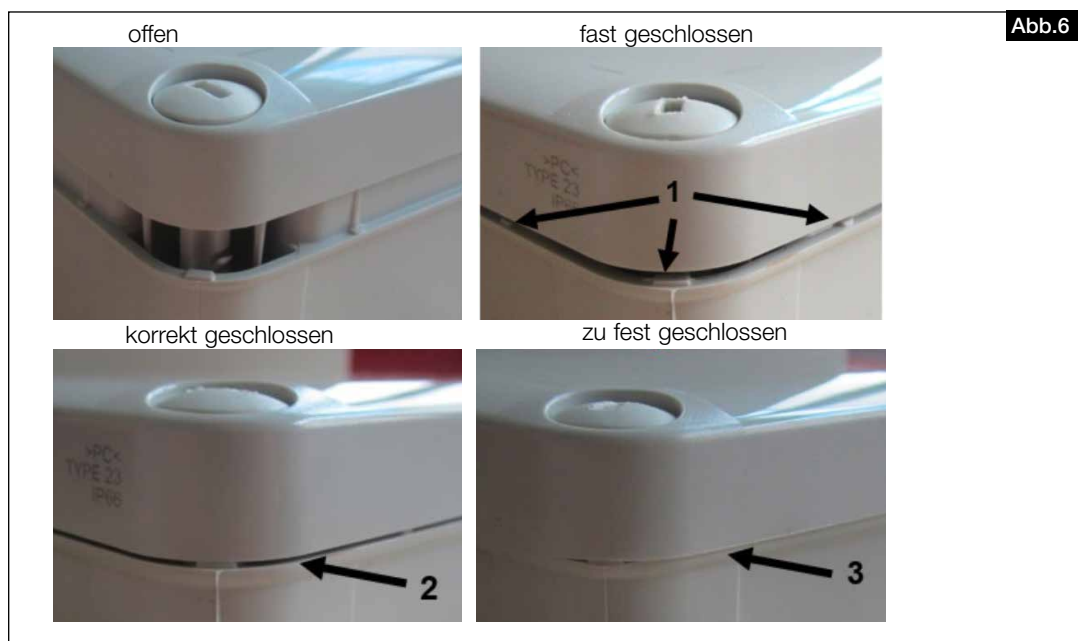

Abb.6
Die Nasen (1) im Klemmenkastenunterteil dienen als Abstandshalter, welche jedoch mit hoher Krafteinwirkung überwunden werden können (siehe Abb.6). Der Entlastungsspalt (2) für eine optimale Dichtwirkung ist dann nicht mehr vorhanden (3), die Dichtung wird zu stark gepresst, der Deckel und das Gehäuse werden verformt, die Pressung im Material kann zum Bruch führen.